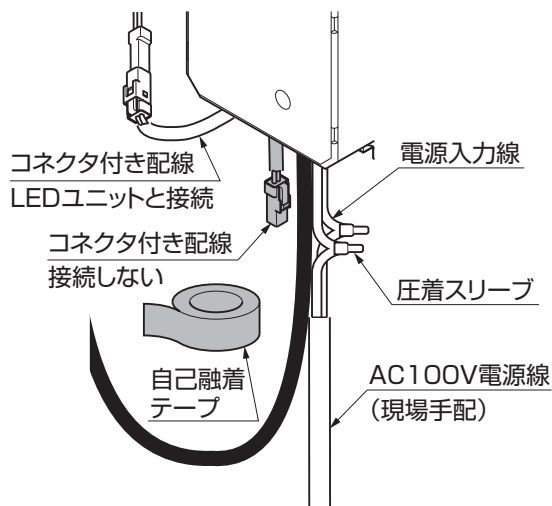

図1-2
- 接続しないコネクタ付き配線は、防水テーピング処理を施してください。(図1-2参照)
- 配線接続部は圧着スリーブで確実にを行い、自己融着テープなどで防水テーピングを施してください。(図1-2参照) 不完全な場合、絶縁不良による火災・感電の原因になります。